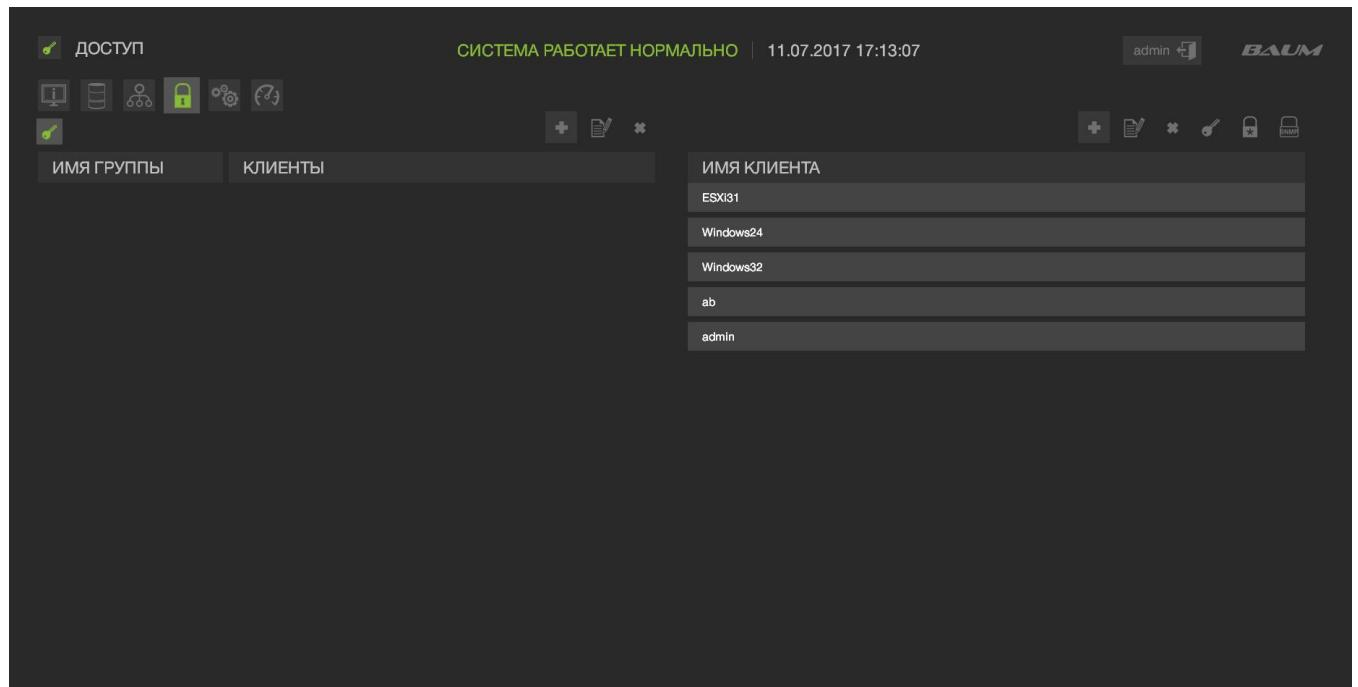

Рисунок 13 - Вкладка «Доступ»
- 1) Перейти на вкладку «Безопасность» → «Доступ» (см. Рисунок 13).